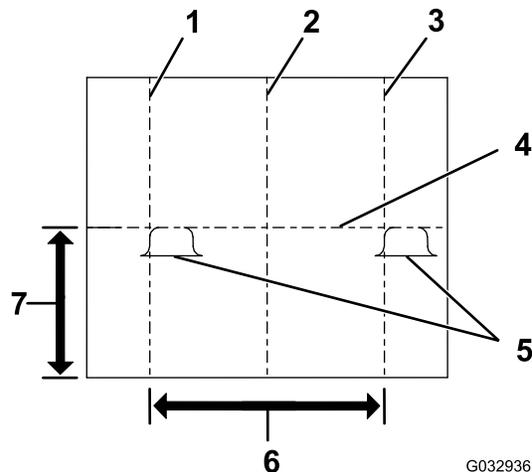

Bild 28
- Markieren Sie die vertikale Fahrzeug-Mittellinien auf dem Hintergrund (Bild 28).
- Markieren Sie die vertikale Mittellinie des Scheinwerfers auf dem Hintergrund (Bild 28).
- Markieren Sie die horizontale Mittellinie des Scheinwerfers auf dem Hintergrund (Bild 28).
- Stellen Sie die Scheinwerfer des Schneeschild ein, bis der hellste Teil der Abblendlichter am Schneeschild ausgerichtet ist, wie in Bild 28 abgebildet.